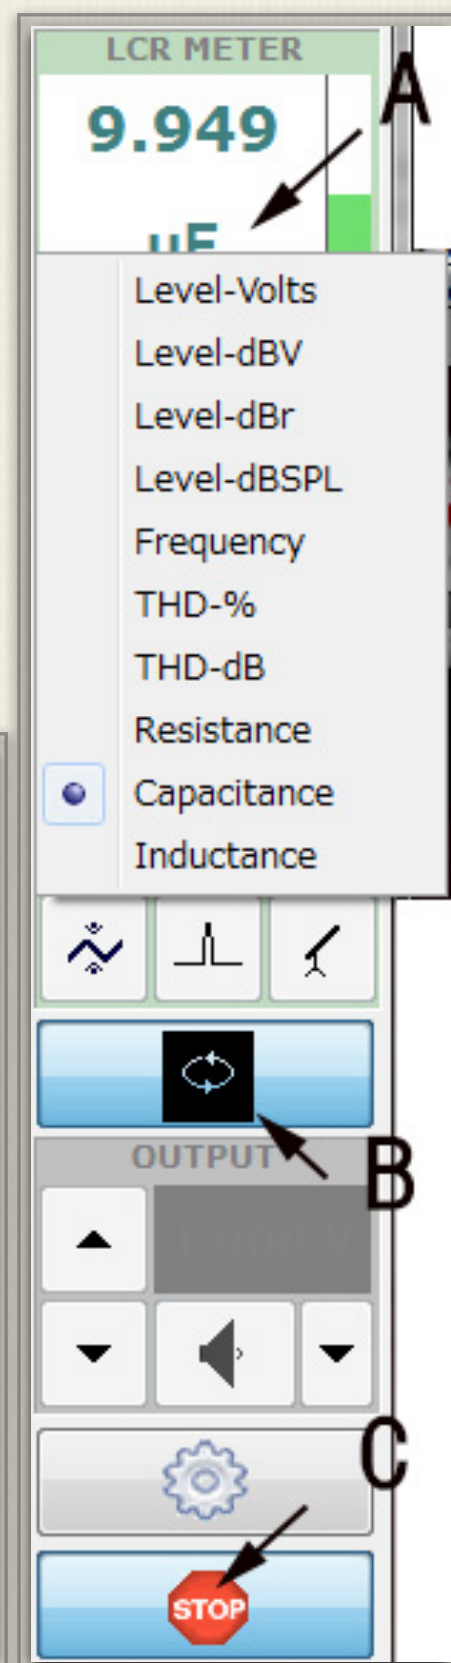

図3-4 サイドバー
- ① 被測定コンデンサーを、付属のメーブルを使ってCP-1の出力に接続する
- ② サイドバーの矢印A測定単位 (uF) をクリックし、図3-4のようにプルダウンメニューを開く
- ③ コンデンサー容量の測定なので、「Capacitance」を選択する
- ④ 矢印Bループバックをセットする
- ⑤ スタートして「LogChirp」測定する
- ⑥ サイドバー上部に測定値が表示される
インピーダンス表示は図3-4のグラフ画面に表示されます。ここでカーソルをマウスで移動して矢印Dのところのピークであることがわかります。図3-3設定画面の「Phase」にチェックすることで、位相特性を表示できます。